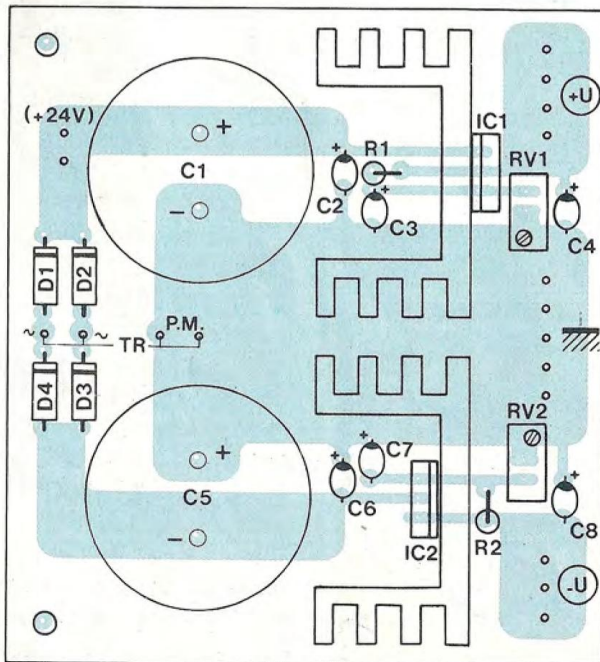

Fig. 9D
– Reste la carte alimentation de la figure 9D. Le plan de câblage parle de lui-même, il n'y a rien à ajouter.